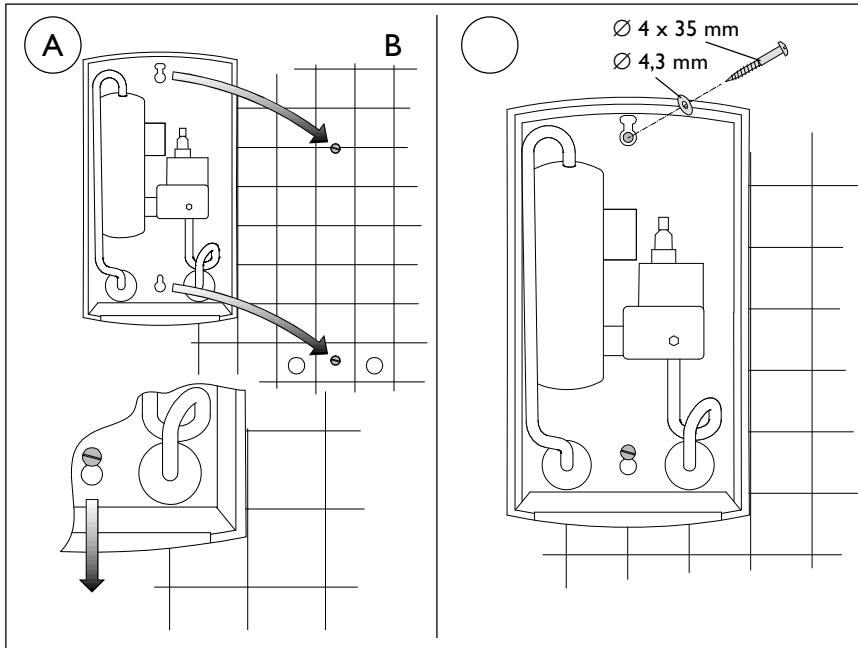

Рис. 9
Указание: При замене старого прибора типа ДНС (старые отверстия могут использоваться) дополнительно ввинтить верхние винты и использовать прилагаемые шайбы (рис. 9 В).
5. При подштукатурном монтаже водопровода ввинтить в стенную шайбу в соответствии с рис. 12. Прибор насадить на винты и зафиксировать (рис. 9 А).